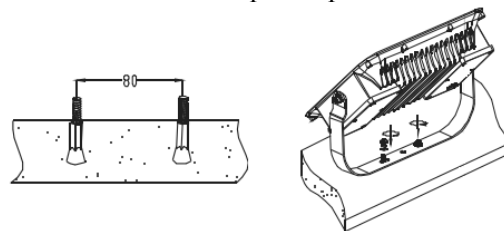

Рис. 1
6.2. Установить два анкерных болта М8 из нержавеющей стали (входят в комплект поставки) на опорную поверхность на расстоянии 80 мм друг от друга и затем зафиксировать пржектор, как изображено на рис. 1.